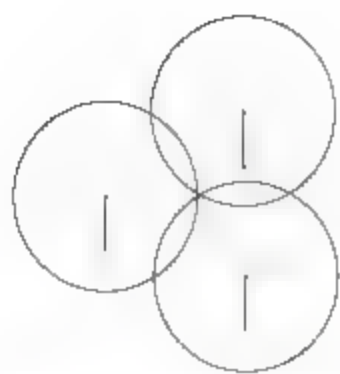

图9-6 复制图形
**07** 选择菜单【修改】|【复制】命令,将线段复制到其他两个圆形的内部,如图9-6所示。